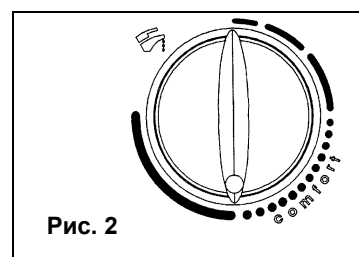

Рис. 2
Газовый клапан оборудован электронной системой регулировки силы пламени, действующей в зависимости от положения регулятора температуры (6) и количества отбираемой из кранов воды. Эта электронная система позволяет поддерживать температуру выходящей из котла воды постоянной также и при малом количестве отбираемой воды. Для обеспечения энергосбережения и экономичного управления котлом мы советуем летом ставить регулятор температуры воды в положение "-comfort-" (см. рис.2). Зимой можно увеличить температуру горячей воды по потребности.